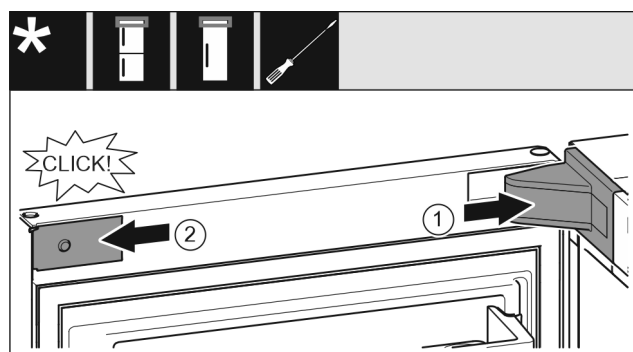

Fig. 22
- ▶ Poser et enclencher le cache du support de palier, l'introduire en appuyant délicatement. Fig. 22 (1)
- ▶ Mettre en place le cache latéralement et l'enclencher. Fig. 22 (2)